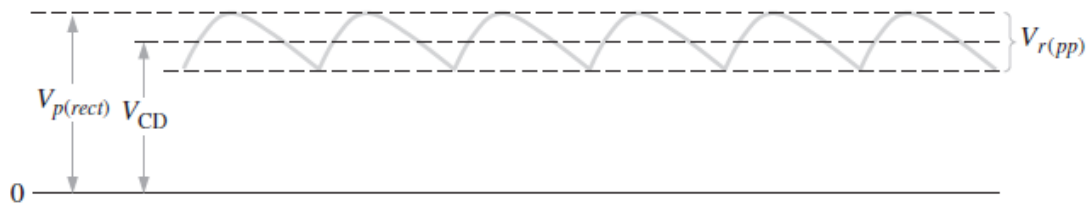

Figura 5.5. Parámetros que intervienen en el cálculo del factor de rizo.
9. Basándose en la figura 5.5. determine con el osciloscopio el valor del voltaje de rizo de pico a pico, $V_{r(pp)}$.
10. Calcule el voltaje de corriente directa, V_{CD} , de la señal rectificada de onda completa. En base a la figura 5.5. se observa que: